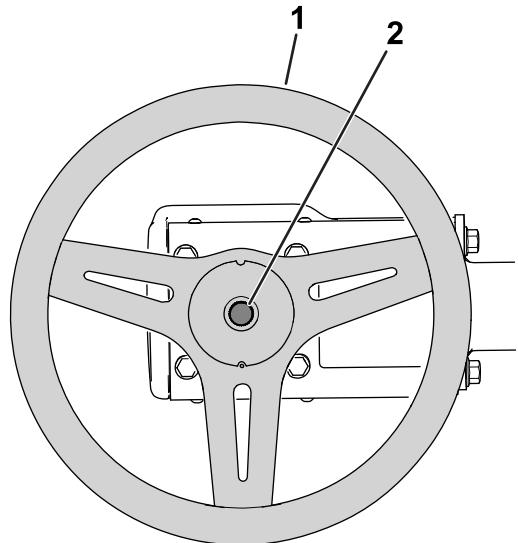

Рисунок 7
- Установите рулевое колесо в положение, показанное на Рисунок 7.